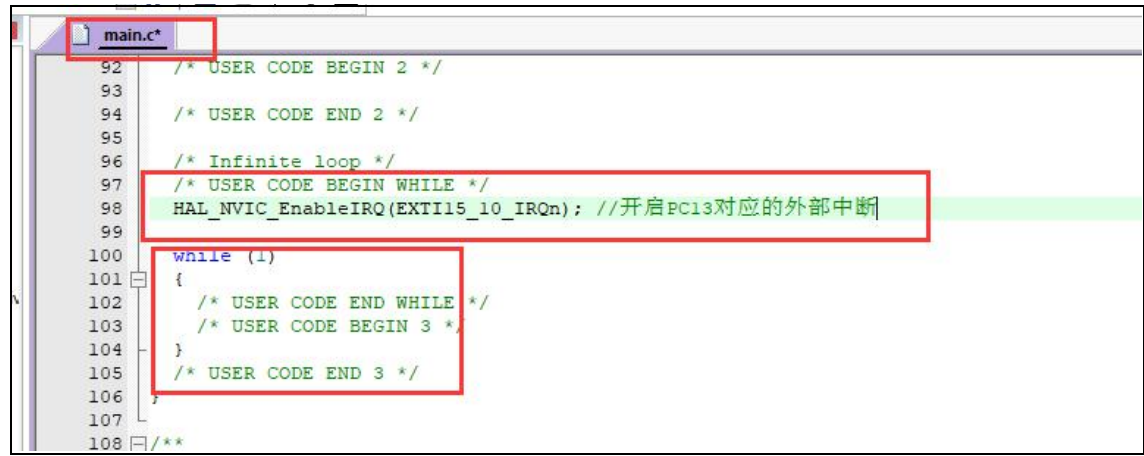

图 20 开启中断
- ③ 添加独立的中断响应程序，如图 20 所示。注意放的位置是 main.C 的文件中 user code 之间。